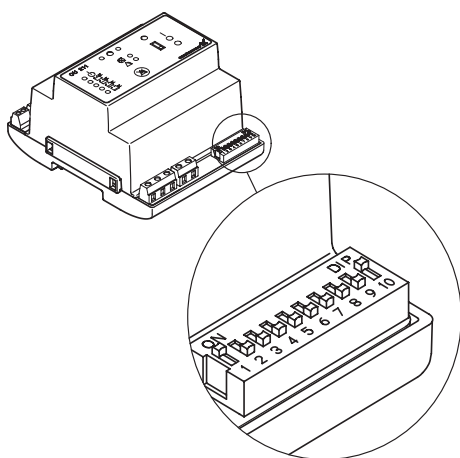

Рис. 6 DIP-переключатели модуля CU 214
В модуль CU 214 входит 10-контактный блок переключателей, расположенный в нижнем правом углу, см. рис. 6.
Настройте блок переключателей, как показано на рис. 6. Каждый отдельный переключатель (от 1 до 10) может быть установлен в положение ВЫКЛ (OFF) или ВКЛ (ON).